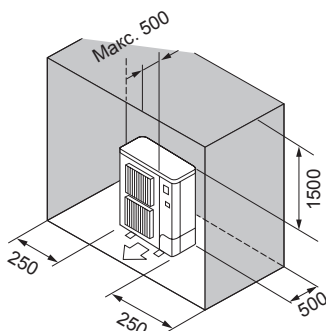

Fig. 2-8
- ⑥ Окружающие предметы сзади, по бокам и сверху (Fig. 2-8)